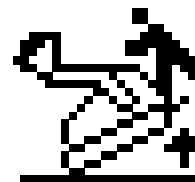

Рисунок 29
Когда вы выдвигаете стрелы погрузчика на максимальный вылет для соответствующей высоты стрелы и массы груза, стрелы прекращают выдвигаться и на дисплее инфо-центра появляется значок микропроцессорного управления нагрузкой Smart Load (Рисунок 29).
4. С помощью ручных инструментов поворачивайте крепежные детали против часовой стрелки до тех пор, пока тормоз не будет отпущен или невозможно будет повернуть винт (Рисунок 29).